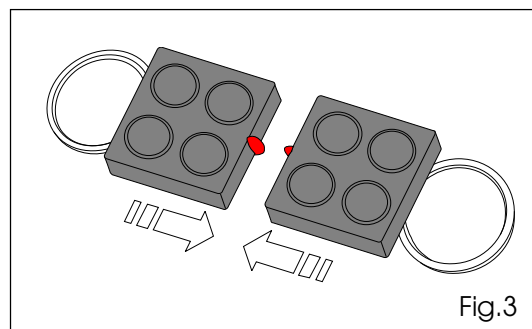

Fig.3
- Acerque frontalmente el Tx maestro al Tx que se ha de codificar (maestro o esclavo), hasta que entren en contacto, tal y como se muestra en la fig.3.